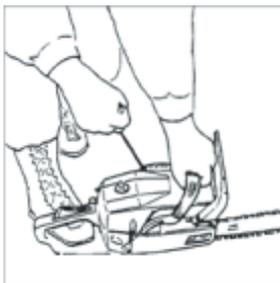

Рис. 7
7. Удерживая бензопилу на земле, плавно, но быстро вытяните шнур стартера (Рис. 7) 2-3 раза или до характерного “хлопка”.